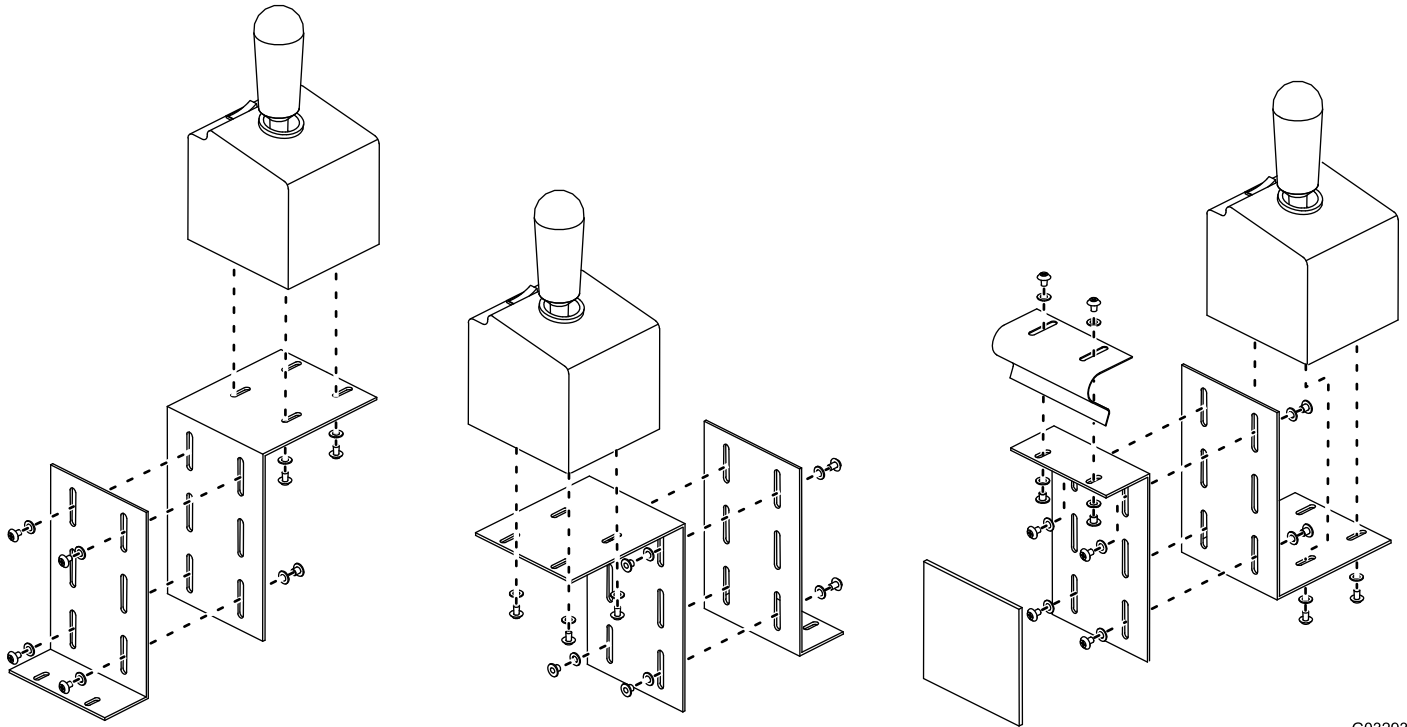

Figure 24
1. Déterminez le meilleur emplacement et la configuration optimale pour le support de montage du contrôleur; voir les différentes configurations possibles à la Figure 24.
2. Fixez les supports de montage au véhicule et au contrôleur du levier de commande à l'aide de 8 à 10 boulons (n° 8), rondelles (n° 10) et écrous (n° 8), comme montré à la Figure 24.